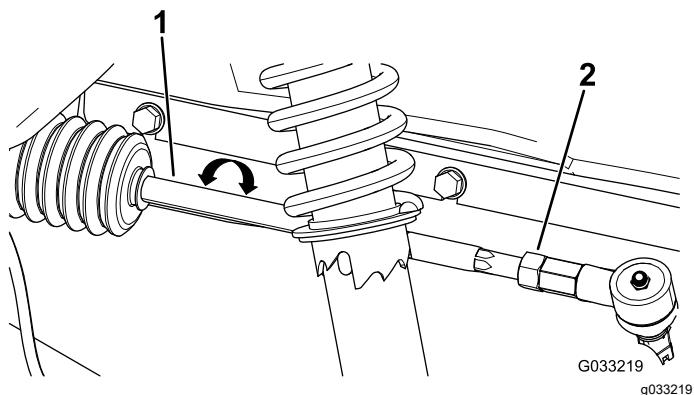

图 54
2. 如果测量值超出06mm应松开横拉杆外端的锁紧螺母图54。